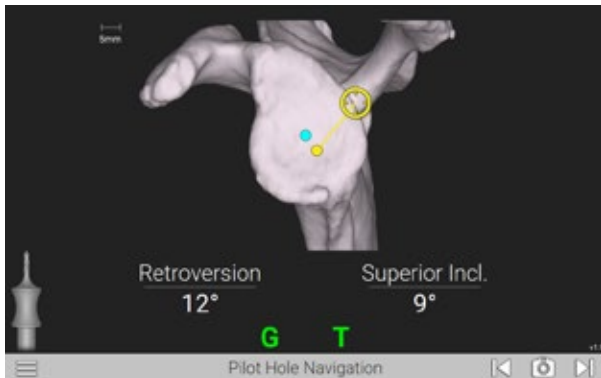

Figura 54a
- La posición planificada está indicada por un punto azul (Figura 54a).